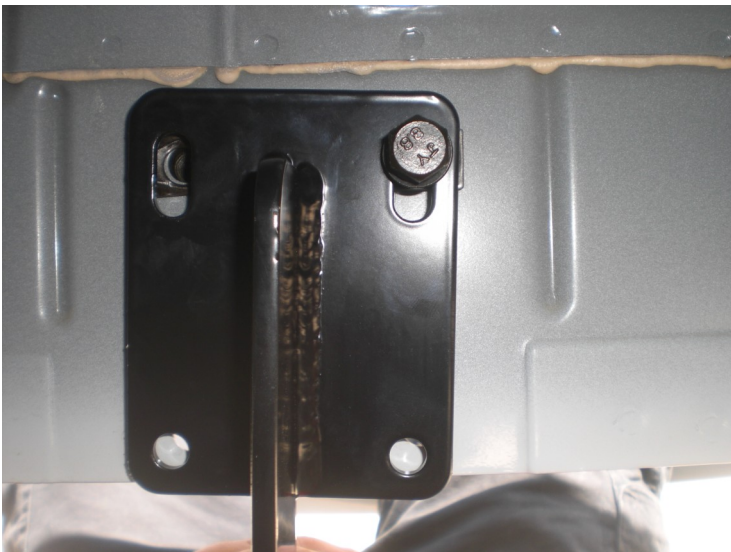

Fig 4
5. Align the center mounting bracket with the two previously install M10 clips and attach with one (item 10) M10 hex head bolt, one (item 11) M10 lock washer, and one (item 12) M10 flat washer. Align the bottom mounting holes with the corresponding holes in the pinch weld and attach using two (item 9) M10 hex head bolts, two (item 10) M10 lock washers, four (item 12) M10 flat washers, and 2 (item 13) M10 hex nuts, do not fully tighten at this time. (fig 4)
7. Take the drivers side step bar an attach to the front mounting bracket using one (item 5) 1/2" hex head bolt, one (item 7) 1/2" lock washer, and one (item 8) 1/2" flat washer do not fully tighten at this time
8. Align the step bar with the mounting holes in the center and rear bracket and attach using four (item 13) M10 button head bolts, four (item 14) M10 toothed lock washers, and four (item 15) M10 x20mm od flat washers. Do not fully tighten at this time
5. Aligner le support de montage central avec les deux M10 clips précédemment installés et fixer avec un (pièce 9) M10 boulon à tête hexagonale, une (pièce 10) M10 rondelle-frein et une (pièce 11) M10 rondelle plate. Aligner les trous de montage inférieurs avec les trous correspondants dans le joint de soudure et fixer en utilisant deux (pièce 9) M10 boulons à tête hexagonale, deux (pièce 10) M10 rondelles-frein, quatre (pièce 11) M10 rondelles plates et deux (pièce 12) M10 écrous hexagonaux. Ne pas serrer complètement à cet instant. (Figure 4).